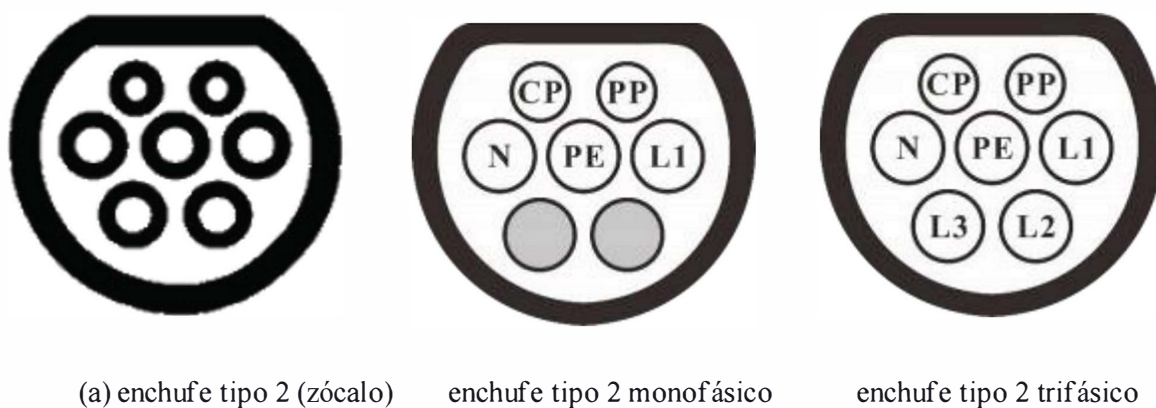

Fig. 3-2 Diagrama esquemático del zócalo y enchufe de carga tipo 2
- El conector de carga de los productos de la serie MDAC EN cumple con la norma IEC 62196-2, tipo 2 (el diagrama esquemático se muestra en la Fig. 3-2)..